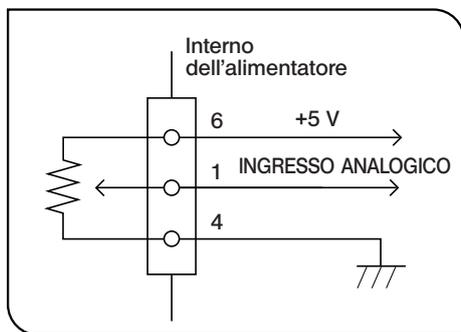

Fig. 7
3 Regolazione della Luce con Regolatore VR Esterno (Fig. 7)
1. Collegare un regolatore VR come illustrato in Fig. 7.
2. Posizionare l'interruttore su « I » (ON).